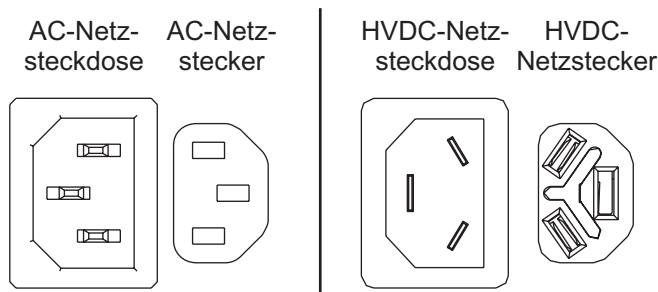
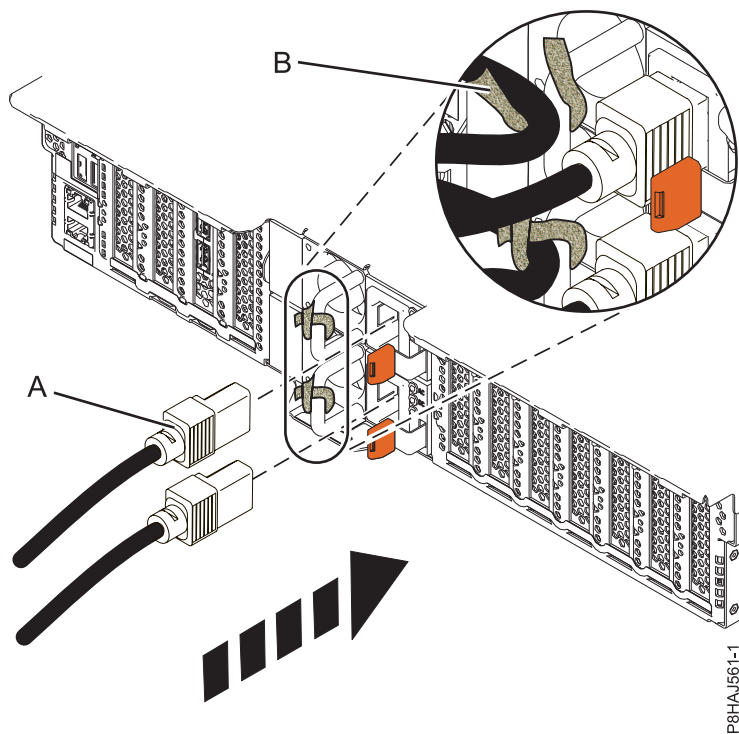
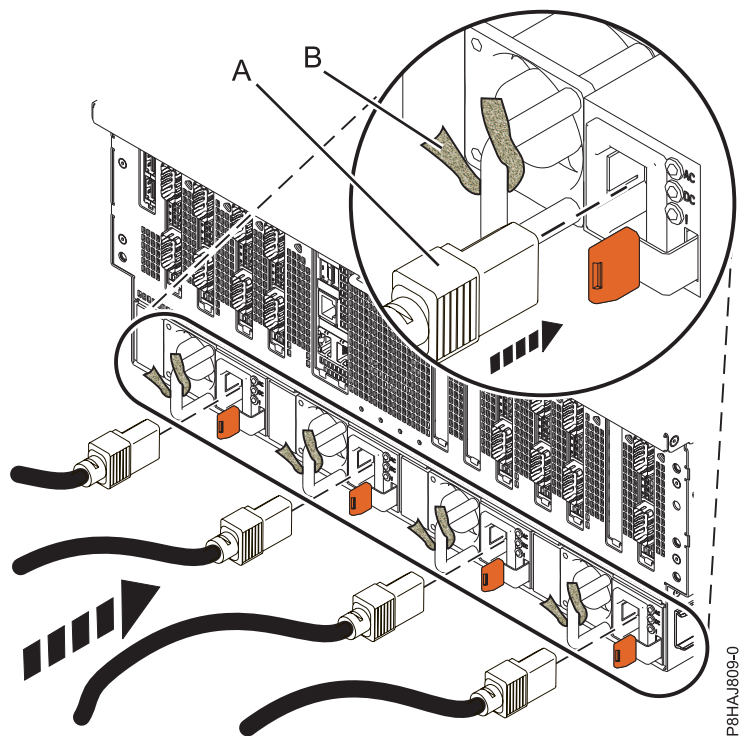

Abbildung 54. AC- und HVDC-Anschlüsse
Abbildung 58. Netzkabel an ein System vom Typ 5148-21L, 5148-22L, 8247-21L, 8247-22L, 8284-21A oder 8284-22A anschließen
Abbildung 59. Netzkabel an ein System vom Typ 8408-44E oder 8408-E8E anschließen
2. Schließen Sie die Netzkabel (A) wieder an die Systemeinheit an. Siehe Abbildung Abb. 57 auf Seite 69, Abb. 58 auf Seite 70 oder Abb. 59 auf Seite 70 (abhängig von Ihrem Systemtyp). In Abb. 54 werden die unterstützten Anschlüsse für den Wechselstrom (Alternate Current, AC) und den Hochspannungs-